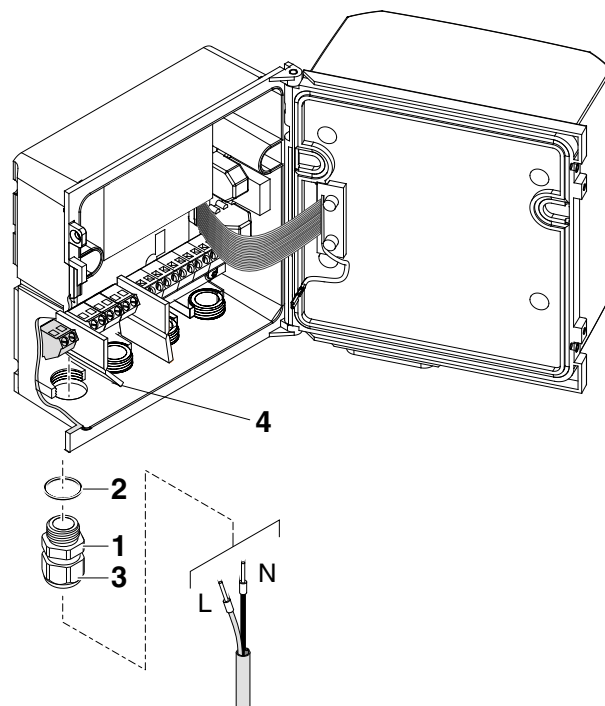

Fig. 3-13 Inserção da linha de abastecimento.
- 6 Aparafusar um prensa-cabo (pos. 1 em Fig. 3-13) com anel de vedação (pos. 2) na caixa por baixo da ligação de alimentação elétrica.
- 7 Desaperte o anel de acoplamento (pos. 3).
- 8 Introduzir a linha elétrica através do prensa-cabo na caixa. Ao fazê-lo, dobrar o divisor flexível (pos. 4) para a direita.
- 10 Apertar a porca da tampa (pos. 3 em Fig. 3-13).